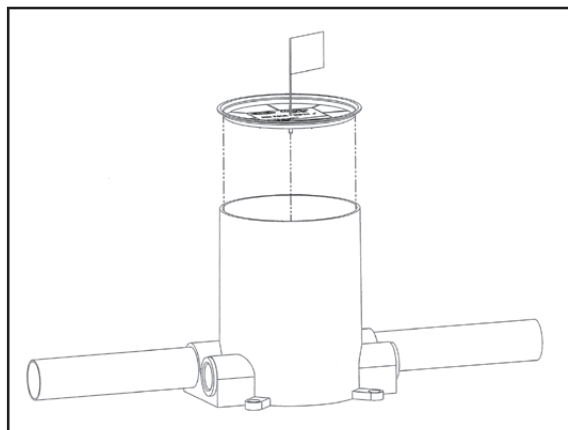

FIGURE 1
4. Installer le repère de localisation. (Fig. 1).
4. Instalar la bandera de localización. (Fig. 1).